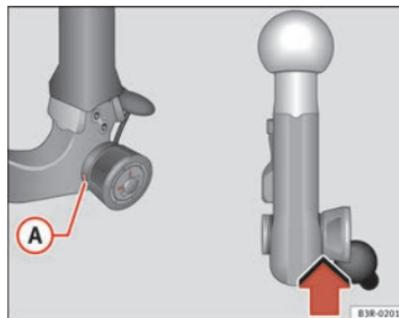

Fig. 157 Dispositivo desmontable para remolque: Comprobación de seguridad
- Compruebe si la marca verde **(A)** ⇒ página 212, fig. 157 de la rueda moleteada se encuentra en la zona negra de la rótula.